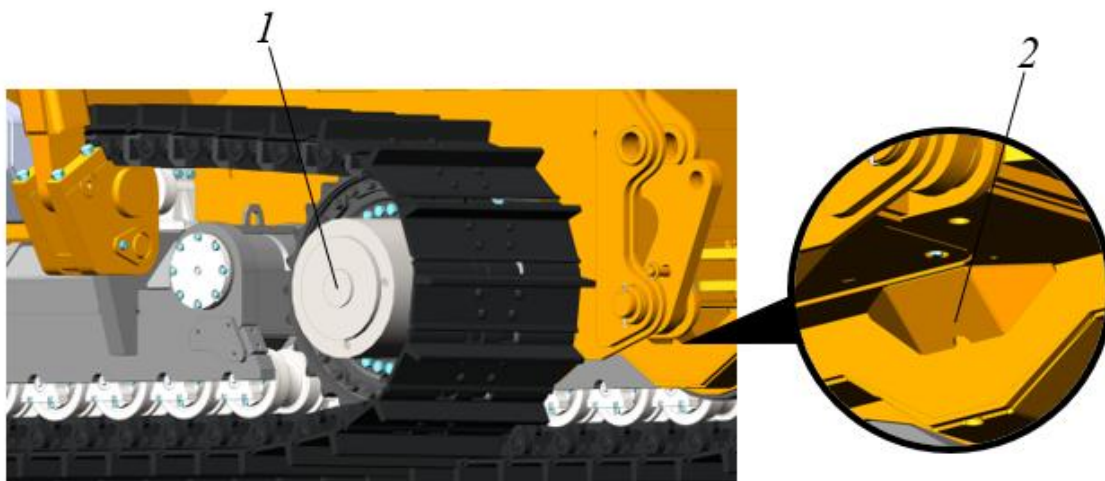

Рисунок 5.69. Внешний осмотр бортового редуктора
- ▶ Осмотреть бортовые редукторы 1 на наличие видимых повреждений и протечек рабочей жидкости, рис. 5.69.
- ▶ Проверить состояние дренажных отверстий в раме 2, при необходимости произвести чистку, рис. 5.69.